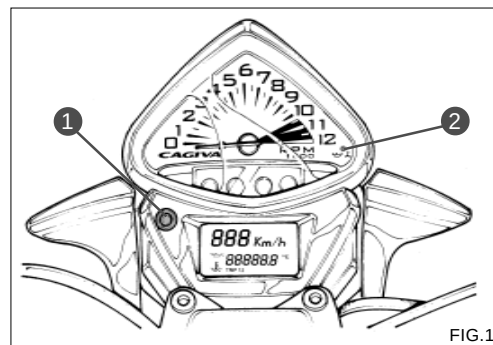
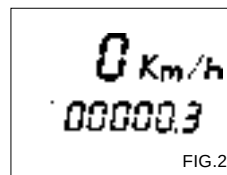
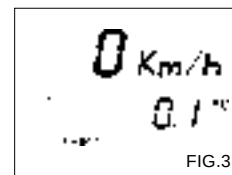
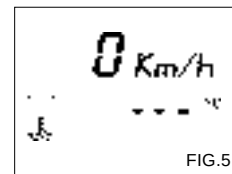

FIG.1
FIG.2
FIG.3
FIG.5
*The fig. 2 shows the odometer with the total distance covered, the figures 3 and 4 show the partial mileage; for instance, one can be used to know the total distance covered during a journey, the other one for each stage. The trip odometers can be set to zero by pushing the button (1) in fig. 1 for about 2 seconds.*
L'affichage du tableau de bord possède quatre fonctions principales, une de compteur kilométrique total, deux de compteur journalier et une de thermomètre. Lorsque la clé de contact est positionnée sur "ON", l'affichage donne ce qui se trouve sur la figure 1 pendant 3 secondes environ, ensuite, il affiche la fonction utilisée avant la dernière coupure du moteur qui peut être l'une des suivantes, indiquées aux fig. 2, 3, 4 et 5. Pour changer l'affichage, appuyer sur le bouton (1) de fig. 1.
La fig. 2 indique le compteur kilométrique avec la totalité des kilomètres parcourus, les fig. 3 et 4 indiquent les kilométrages partiels ; par exemple, l'un d'eux peut être utilisé pour avoir la distance totale d'un voyage et l'autre pour les étapes. Les compteurs journaliers se mettent à zéro en appuyant pendant 2 secondes environ sur le bouton (1) de fig. 1.
*Der Bildschirm des Instrumentes verfügt über vier Hauptfunktionen; einmal als Gesamtkilometerzähler, zweimal als Tageskilometerzähler und einmal als Thermometer. Wenn der Schlüssel auf dem Zündmass auf "ON" gestellt wird, zeigt der Bildschirm etwa 3 Sekunden lang das, was in der Abb. 1 dargelegt ist, und anschließend die kurz vor dem Abschalten des Motors gebrauchte Funktion, wie in den Abb. 2, 3, 4 und 5 dargestellt ist. Zur Anzeigeänderung auf den Druckknopf (1) aus der Abb. 1 drücken.*
*In der Abb. 2 ist der Kilometerzähler dargestellt, der die zurückgelegten Gesamtkilometer anzeigt, während die Abb. 3 und 4 die Tageskilometer zeigen. Ein Tageskilometerzähler kann z. B. benutzt werden, um die gesamte Entfernung einer Fahrt zu erfahren und der andere für die Teilstrecken. Beide Tageskilometerzähler können auf Null gestellt werden, indem der Druckknopf (1) aus der Abb. 1 etwa 2 Sekunden lang gedrückt gehalten wird.*
El display del instrumento tiene cuatro funciones principales, una de cuentakilómetros total, dos de cuentakilómetros parciales y una de termómetro. Cuando la llave en el bloque encendido gira hasta la posición "ON", el visualizador indica lo que aparece en la fig. 1 durante aproximadamente 3 segundos, después visualiza la función utilizada antes del último apagado del motor que puede ser una de las siguientes, indicadas en las figuras 2, 3, 4 y 5. Para cambiar la visualización presione el pulsador (1) de la fig. 1.
La fig. 2 indica el cuentakilómetros con el total de los kilómetros recorridos, las figuras 3 y 4 indican los kilometrajes parciales; por ejemplo, uno se puede utilizar para obtener la distancia total de un viaje y el otro para las etapas. Los cuentakilómetros parciales se pueden poner a cero presionando durante 2 segundos el pulsador (1) de la fig. 1.
La fig. 5 indica la temperatura dell'acqua (il valore viene visualizzato quando la temperatura di quest'ultima è superiore a circa 20 °C).
Quando la temperatura supera i 120 °C la spia (2) di fig. 1 lampeggia; in questo caso, per evitare possibili danni al motore per effetto del surriscaldamento, è consigliabile fermarsi, spegnere il motore e non riaccenderlo fino a quando la temperatura del liquido di raffreddamento non sarà scesa al di sotto di 120 °C. Se la temperatura supera i 140 °C la spia diventa fissa e sul display viene visualizzata l'indicazione "HI" alternatamente.
Se a motore acceso si accende la spia (Z) e sul display viene visualizzata l'indicazione "OIL" alternatamente, bisogna controllare che il livello dell'olio motore sia compreso fra i valori MIN e MAX (vedi pag. 77 fig. 1) ed eventualmente effettuare un rabbocco.
*Fig.5 shows the water temperature (the value is displayed when the water temperature exceeds 20°C). When the temperature exceeds 120°C, the pilot lamp 2, fig. 1, starts blinking; in order to avoid damaging the engine due to overheating, we suggest that you stop, turn off the engine and then start it again only when the water temperature has dropped below 120°C. If the temperature exceeds 140°C, the pilot lamp is fixed and the "HI" indication comes up on the display alternately.*
*If, with the engine ON, the pilot lamp (Z) goes on and the display shows "OIL" alternately, check that the engine oil level is between the MIN and MAX marks (see page 77 fig.1). Top up if necessary. If troubles persist, bring your vehicle to a CAGIVA dealer.*
La figure 5 indique la température de l'eau (la valeur est affichée lorsque la température de celle-ci est supérieure à environ 20°C). Lorsque la température dépasse 120°C, le voyant 2 de fig. 1 clignote; Dans ce cas, pour éviter des dégâts au moteur dus à un effet de surchauffe, il est conseillé de s'arrêter, de couper le moteur et de ne pas le rallumer jusqu'à ce que la température du liquide de refroidissement soit descendue en dessous de 120°C. Si la température dépasse les 140°C, le voyant s'allume en permanence et l'affichage donne l'indication " HI " de manière alternative.
Si le voyant (Z) s'allume quand le moteur est en marche et que le display indique "OIL", il est nécessaire de contrôler le niveau d'huile du moteur qui doit être compris entre les valeurs MIN et MAX (voir page. 77 fig. 1), éventuellement ajouter de l'huile. Si le problème persiste, conduire le véhicule chez un concessionnaire CAGIVA.
*In der Abb. 5 ist die Wassertemperatur gezeigt (dieser Wert wird angezeigt, wenn das Wasser eine Temperatur von über 20° C hat).*
*Wenn die Temperatur 120° C überschreitet, beginnt die Kontrolllampe 2 aus der Abb. 2 zu blinken; In diesem Fall wird es empfohlen, anzuhalten, den Motor abzuschalten und ihn erst wieder anzulassen, wenn die Kühlfüssigkeitstemperatur unter 120° C herabgesunken ist, damit der Motor wegen des Heißlaufens keinen Schaden erleidet. Wenn die Temperatur 140° C überschreitet, bleibt die Kontrolllampe ständig an und im Bildschirm erscheint die Meldung "HI" abwechselnd.*
*Wenn bei laufendem Motor die Kontrolllampe (Z) angeht und "OIL" abwechselnd angezeigt wird, prüfen Sie, ob der Ölstand Motor zwischen MIN und MAX liegt (siehe Seite 77 Abb. 1) und gegebenenfalls nachfüllen. Falls sich diese Störung nicht beseitigen läßt, das Motorrad von einem Vertragshändler CAGIVA überprüfen lassen.*
La fig. 5 indica la temperatura del agua (el valor se visualiza cuando la temperatura de esta última es superior a aproximadamente 20°C).
Cuando la temperatura supera los 120°C el testigo 2 de la fig. 1 centellea; En este caso, para evitar posibles daños al motor por efecto del sobrecalentamiento, es aconsejable pararse, apagar el motor y no volverlo a encender hasta que la temperatura del líquido de refrigeración no descienda por debajo de 120°C.
y en el tablero se visualiza el indicador "OIL" de manera intermitente, hay que controlar que el nivel del aceite del motor se encuentre entre los valores MIN y MAX (ver pag. 77 fig. 1) y en el caso que no sucediere proceder al llenado de aceite.